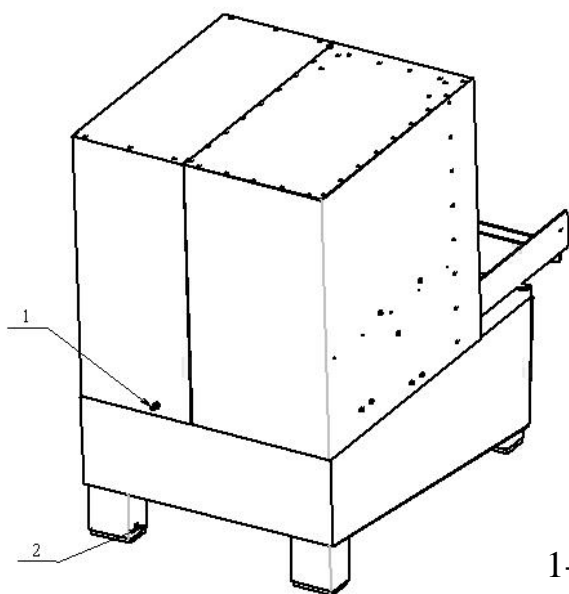

Рис. 3.
4.3. Подключить стенд к системе заземления, втулка (болт) заземления расположен на правой задней опоре ванны рис.3
4.7 Подключить стенд к имеющейся пневмосистеме через переходник (рис.3), расположенный на задней стенке изделия.